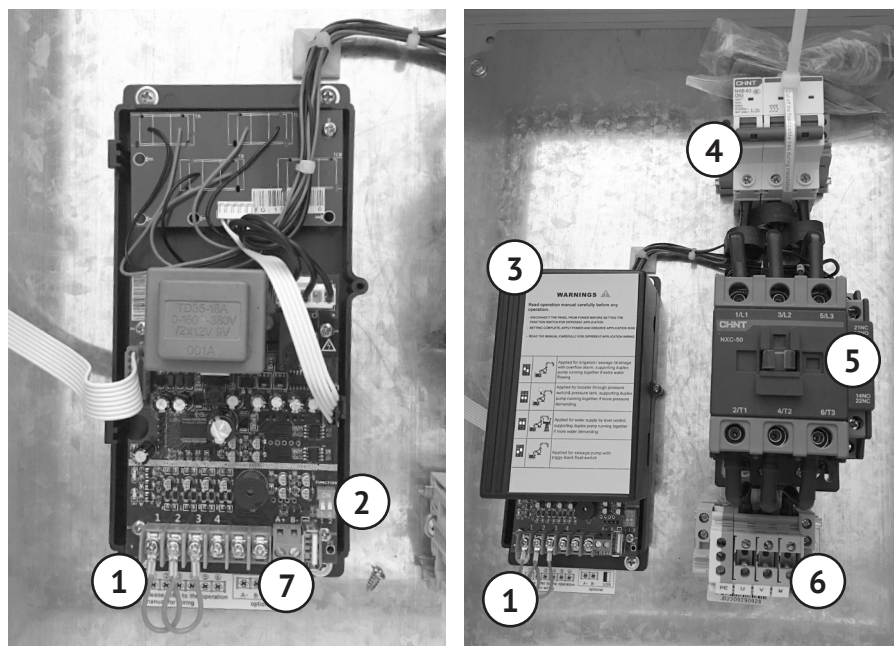
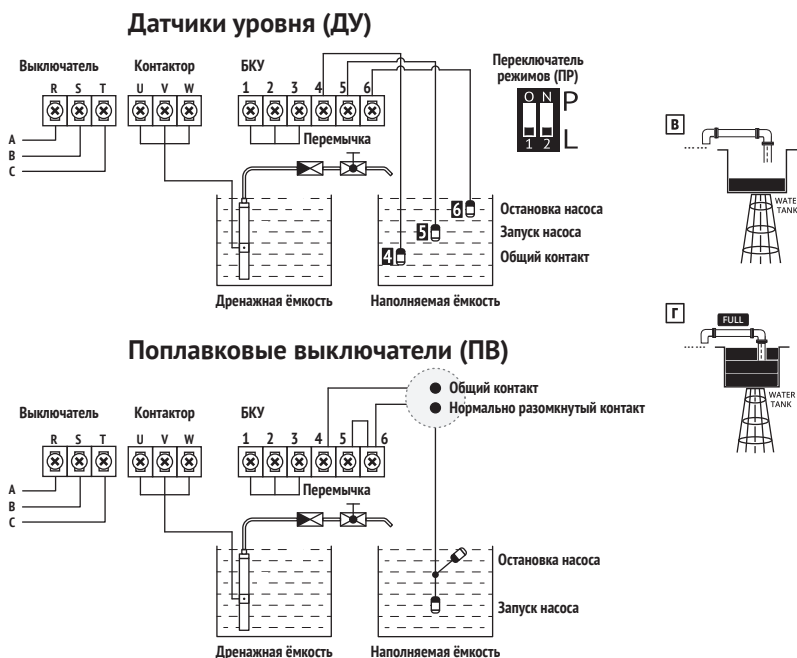

Рис. 2
Рис. 5
Блок контрольных устройств (далее – «БКУ», см. рис. 2, 4) служит для подключения датчиков уровня (далее – «ДУ»), поплавкового выключателя (далее – «ПВ») и/или реле давления (далее – «РД»).
- Подключите ДУ или ПВ (в комплект не входит) к контактам БКУ (см. рис. 2) согласно схемам на рис. 5.
- Установите перемычку в контактах ①, ② и ③ БКУ (входит в комплект, закреплена в контактах БКУ) для защиты насоса от работы без воды (в режиме «сухого хода»). Данное решение позволяет использовать защиту насоса от «сухого хода» по току.
- Установите рычажки переключателя режимов (далее – «ПР») в положение показанное на рис. 5.